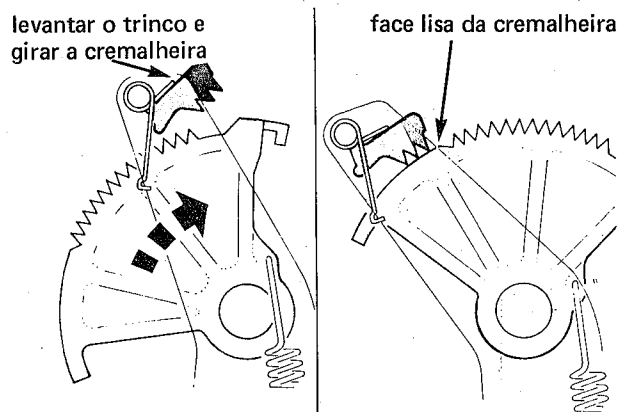

fig. 42
2. Instalar a cremalheira, mola, e buchas do dispositivo de ajuste. Levantar a lingüeta e girar a cremalheira de modo que a lingüeta assente na sua face lisa (fig. 42)